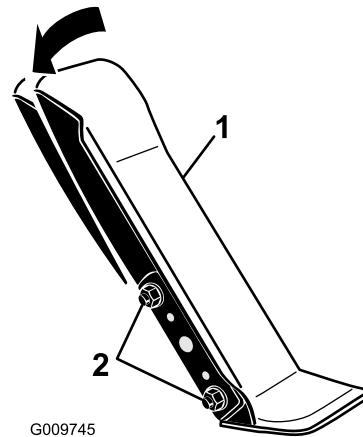

Figura 88
1. Allentare i due dadi e bulloni che fissano il lato sinistro del pedale di trazione alla staffa (Figura 88).
1. Pedale della trazione 2. Bulloni e dadi di fissaggio (2)
2. Inclinate il pedale nell'angolazione desiderata e stringete i dadi (Figura 88).